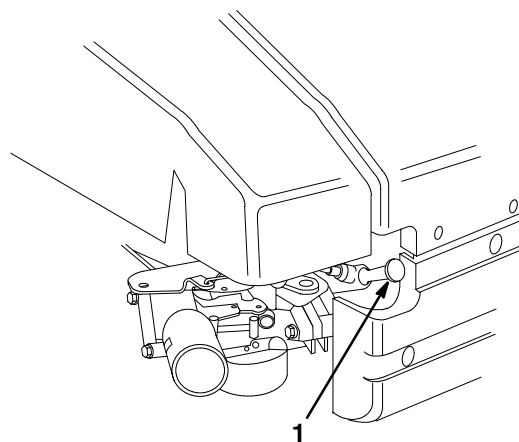

Figure 8
1. Connecter la bougie (Fig. 8).
2. Débrancher la bougie (Fig. 8).